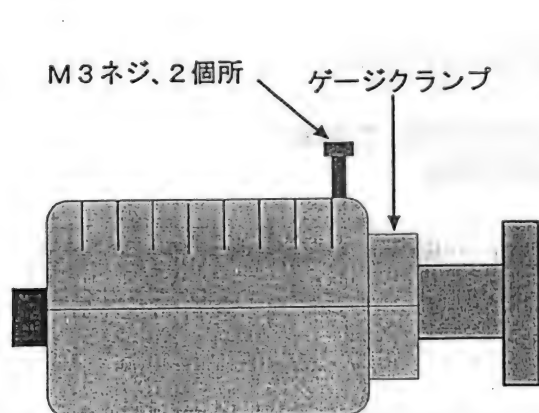

図6 ゲージクランプの取り外し
- (1) 図6に示すように、クリスタルゲージM-320XGのセンサを固定しているM3ネジの2箇所を外してゲージクランプを外します。